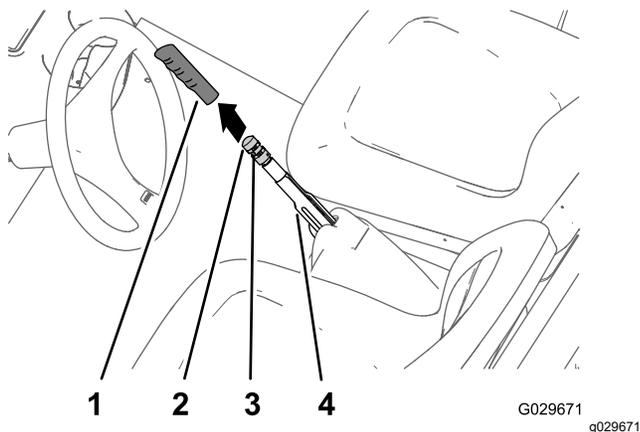

図 65
1. 駐車ブレーキレバーのグリップを外す **図 65**。
2. 駐車ブレーキレバーに調整ノブを固定している固定ねじをゆるめる **図 65**。
3. ブレーキを掛けるのに必要な力が 133-156 N 13.6-15.9 kgf = 30-35 lbfとなるようにノブを回して調整する **図 65**。
4. 固定ねじを締め、ゴム製グリップを取り付ける **図 65**。
2. 駐車ブレーキレバーに調整ノブを固定している固定ねじをゆるめ **図 65**、駐車ブレーキを解除して、ブレーキ調整ノブをゆるめる。
5. ブレーキを掛けるのに必要な力が 133-156 N 13.6-15.9 kgf = 30-35 lbfとなるようにノブ **図 65**を回して調整する。
- C. ブレーキを掛けるのに必要な力が 133-156 N 13.6-15.9 kgf = 30-35 lbfとなるようにノブ **図 65**を回して調整する。
- 固定ねじを締め、グリップを取り付ける 図 65。